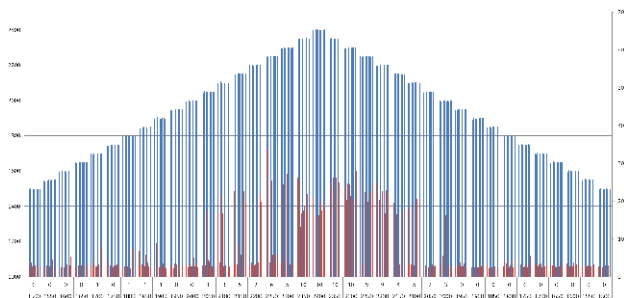

Fig.5 IEC61934 試験結果グラフ
試験電圧は 100V 刻みで一度設定しましたが、結果として刻みが粗かったようです。PDIV を検出することなく、いきなり RPDIV を検出してしまふ事象がありました。部分放電 (PD) のしきい値は $\sigma \geq 6$ としました。グラフにしたものを Fig.5 に示します。